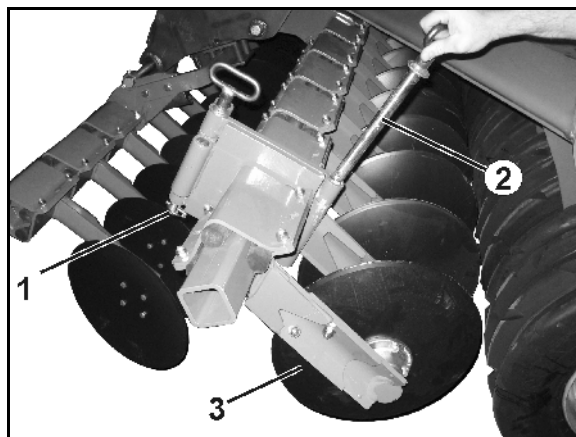

Fig. 77
8.1 Løsn klapsplitten (Fig. 77/1).
8.2 Træk afstikningsbolten (Fig. 77/2) ud.
8.3 Klap kanttallerkenen (Fig. 77/3) ned og afstik denne position med bolten.